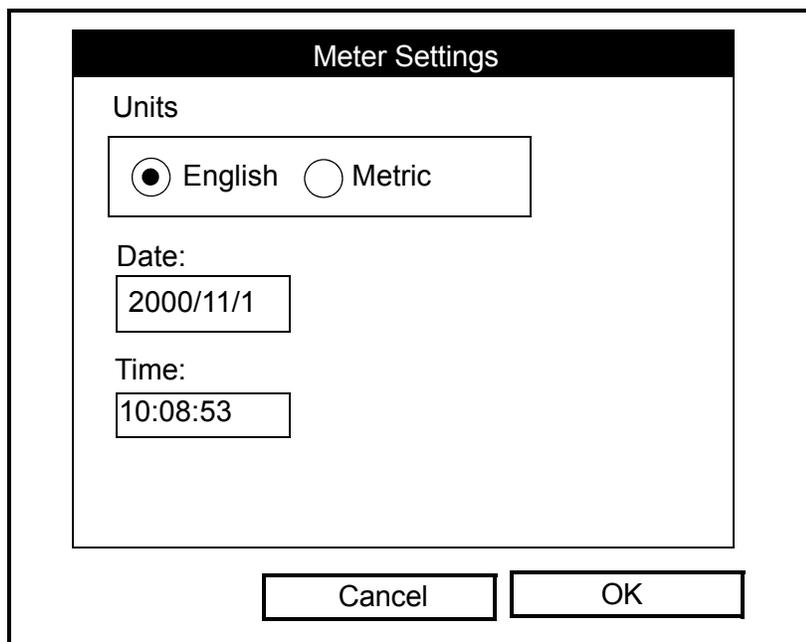

Рис. 3-12. Окно *Meter Settings* (Настройки счетчика)
2. С помощью прокрутки выберите пункт меню *Units* (Единицы измерения) и нажмите [ENTER] (ВВОД). Будет открыто окно *Meter Settings* (Настройки счетчика) (см. рисунок 3-12 ниже).
2. С помощью прокрутки выберите пункт меню *Date/Time* (Дата/время) и нажмите [ENTER] (ВВОД). Будет открыто окно *Meter Settings* (Настройки счетчика) (см. рисунок Рис. 3-12 на стр. 3-14).